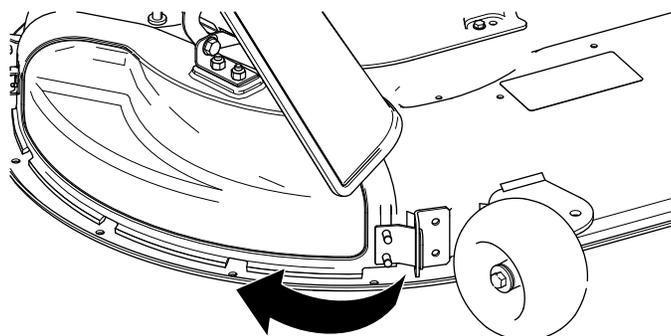

Рисунок 15
4. Наклоните крышку выброса назад и в сторону деки так, чтобы она была совмещена с декой газнокосилки (Рисунок 15).